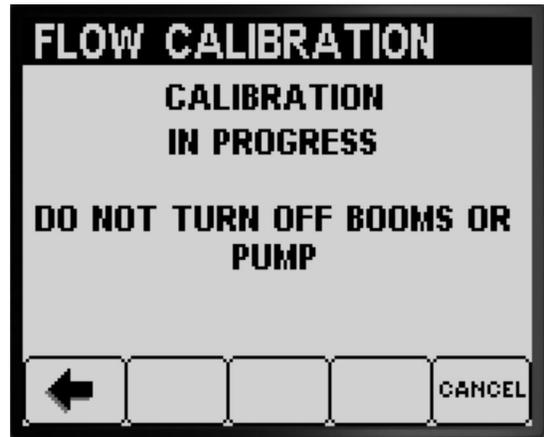

图 54
**注意** InfoCenter 信息中心可显示校准进行中屏幕图 54。